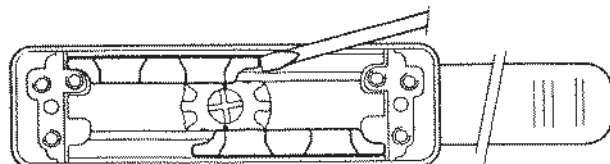

Рис. 1
- Снять ползуны и зубчатые рейки (рис.1).